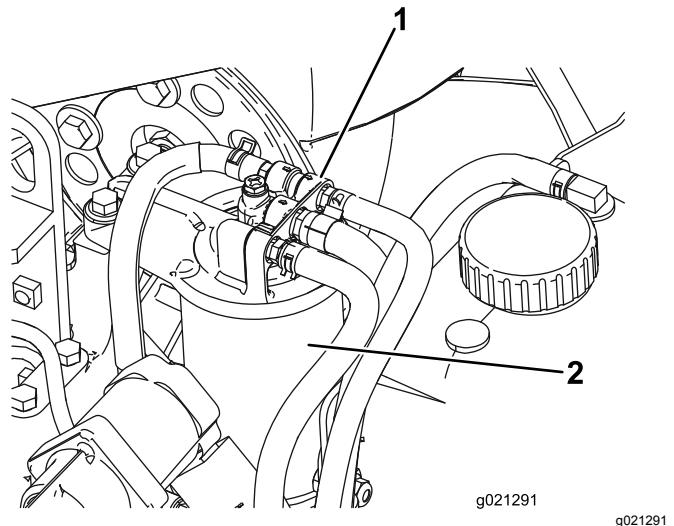

Figura 81
1. Limpe a zona em torno da cabeça do filtro de combustível (Figura 81).
2. Retire o filtro e limpe a superfície de montagem da cabeça do filtro (Figura 81).